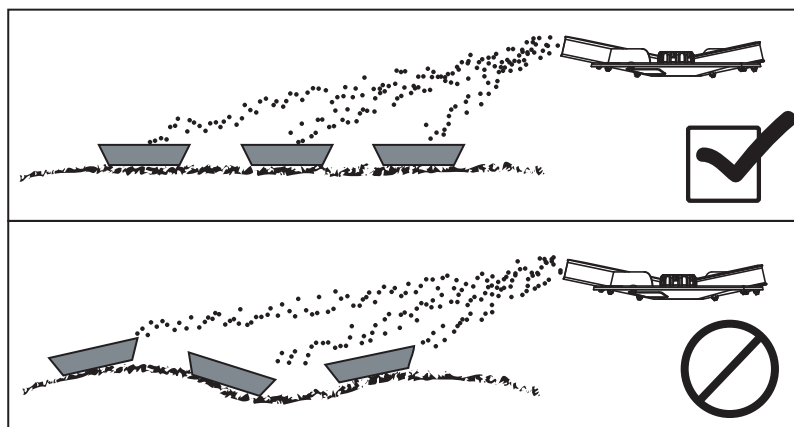

Figura 7.17: Disposizione delle vaschette di raccolta
- Posizionare orizzontalmente le singole vaschette di raccolta. Vaschette inclinate possono causare errori di misurazione (Figura 7.17).